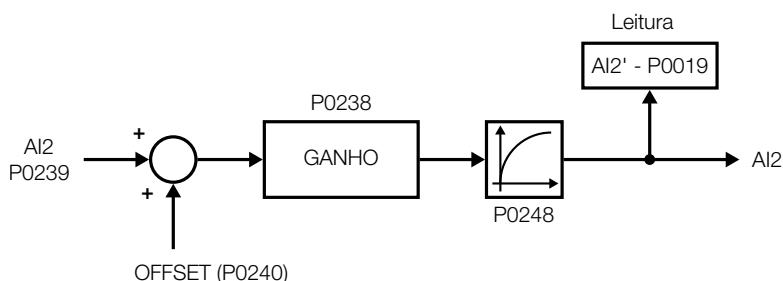

Figura 5.30: Diagrama de blocos da entrada analógica AI2
- Consulte a Figura 5.30 na página 5-48.